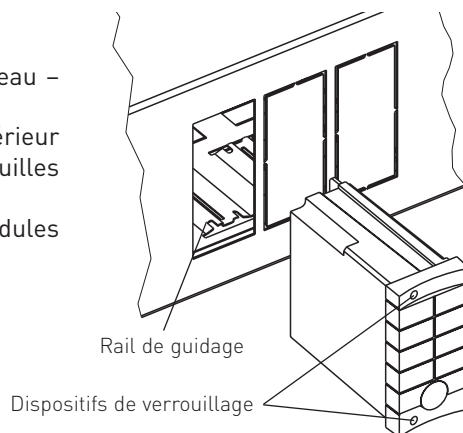

Fig. 25 Module fonctionnel
- Pousser le module sur le rail de guidage dans la découpe du panneau – fig. 25.